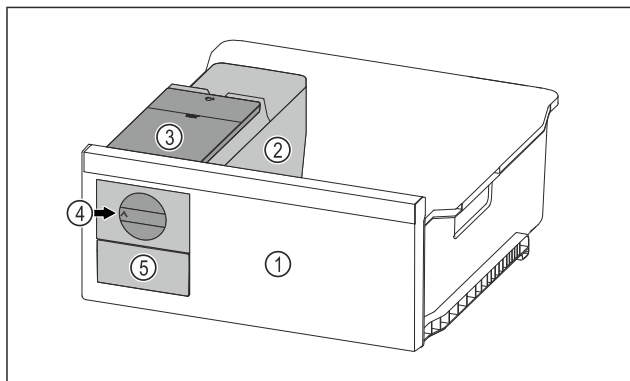

Fig. 155 Eksempelfremstilling
- ▶ Vri dreieknotten Fig. 155 (4) med klokken til den stopper.
- ▶ Isbitene faller fra isbitbrettet og ned i isbitskuffen Fig. 155 (5).